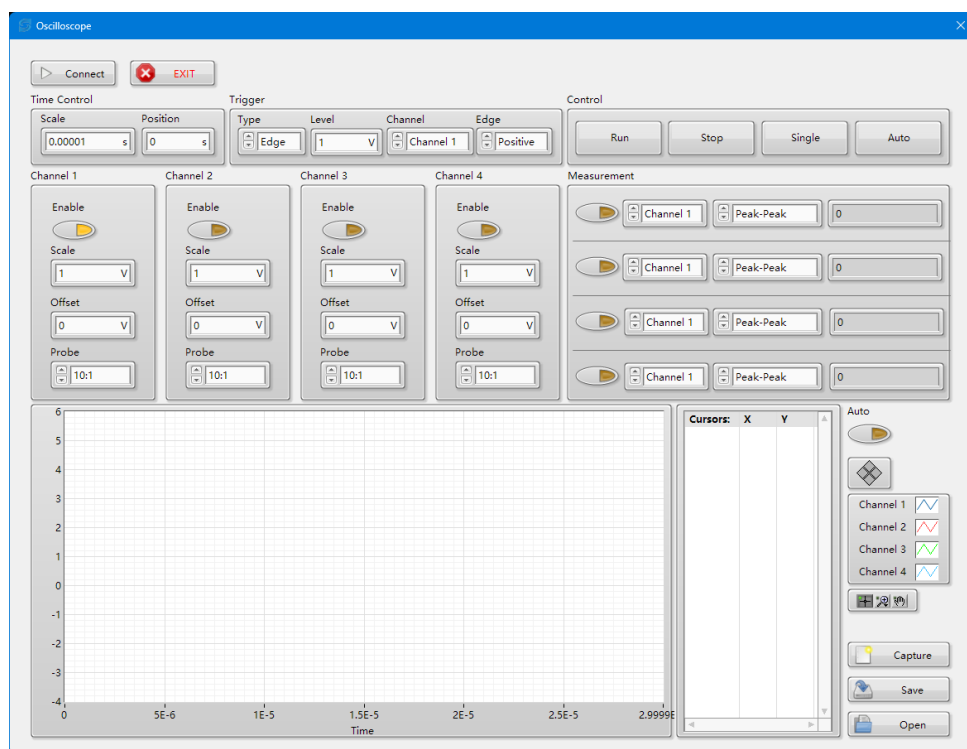

图 4-52 示波器界面
- 3) 点击 Oscilloscope 按钮可打开示波器界面，如图 4-52 所示，点击 Connect 按钮，若其变为黄色 Disconnect 按钮便认为其连接正常，可关闭此界面。